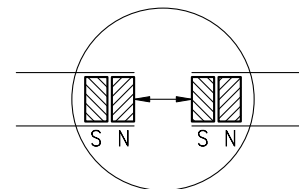

Abb. 9: Ermittlung der Polarität. Ansetzen des Magnetbandes
- Vor dem Ansetzen die Polarität überprüfen. Die beiden Enden müssen sich anziehen (ggfs. Kompaßnadel benutzen). Falls gleiche Polarität, ein Band um einen halben Polabstand kürzen (Abb. 9).